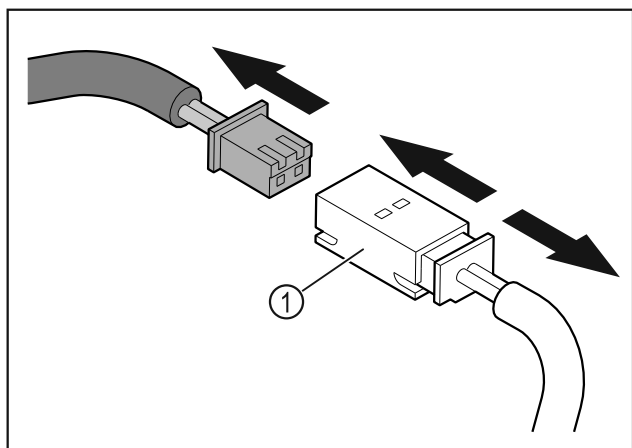

Fig. 13
- Træk stikket og stikkoblingen Fig. 13 (1) ud.